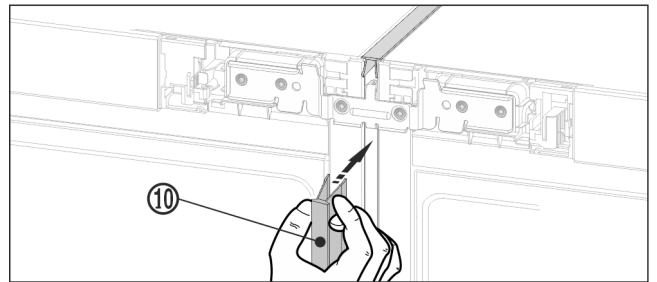

Fig. 21
- ▶ Nyomja az első oldalon a hosszú fedőlécet Fig. 21 (10) a függőleges nyílásba. Ügyeljen arra, hogy a léc az összekötő lemezen álljon.